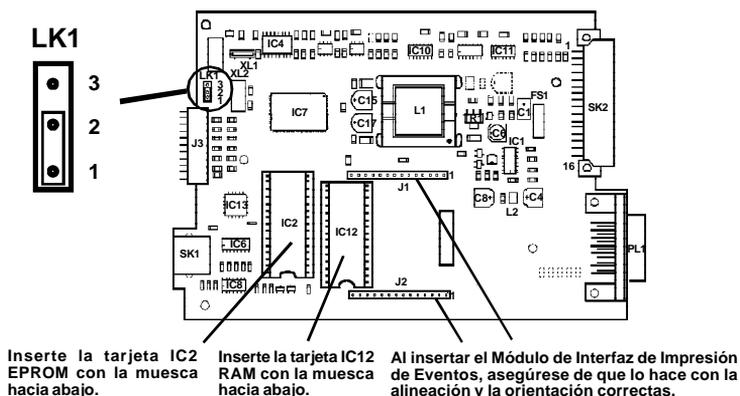

Figura 6 System 57- Tarjeta de Ingeniería Mark II
- b. La tarjeta de la versión Mark II lleva dos tomas DIL IC de 28 patillas y un recorte rectangular cerca del centro del circuito impreso de la tarjeta. (Véase la Figura 6).
- (5) Con unos alicates pequeños o un destornillador eléctrico, quite cuidadosamente la unión (puente) LK1 de la Tarjeta de Ingeniería de las patillas 2 y 3 y vuelva a colocarlo puenteadando las patillas 1 y 2 (véase la Figura 6).
- (6) Inserte el Módulo de Interfaz de Impresión de Eventos en los cabezales de los zócalos J1 y J2 de la Tarjeta de Ingeniería, asegurándose de que la patilla 1 de los cabezales de las patillas del módulo esté correctamente alineada con la patilla 1 de los cabezales del zócalo de la Tarjeta de Ingeniería.
- (7) Vuelva a insertar la Tarjeta de Ingeniería en el bastidor, apriete los dos tornillos del panel delantero y pase al Apartado 3.5.